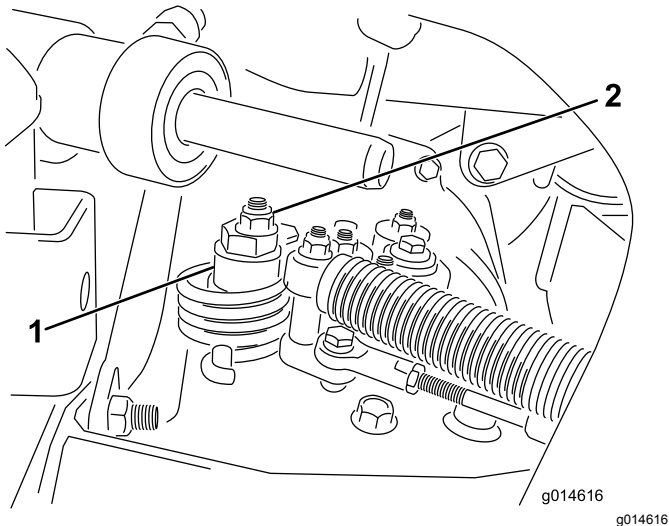

Figura 40
- A. Liberte a porca que fixa o disco excêntrico ao cima do hidróstato (Figura 40).
- C. Rode o disco excêntrico até eliminar a deslocação em qualquer um dos sentidos. Quando a roda deixar de rodar, aperte a porca, bloqueando deste modo o disco excêntrico e fixando a posição de ajuste (Figura 40). Verifique se o ajuste é o adequado colocando o acelerador nas posições LENTO e RÁPIDO.